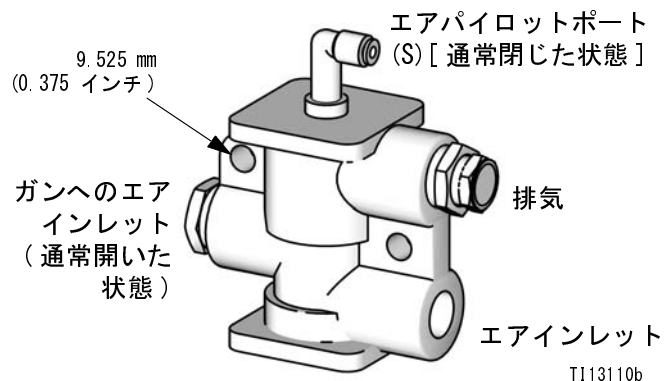

図. 10: 空気安全シャットオフバルブ
4. 図. 2 を参照してください。AFS アウトレットニップル (103) から、気体安全シャットオフバルブ (E、図. 10 も参照) のエアインレットに 1/4 npt 噴霧空気ライン (D) を接続します。安全バルブアウトレットポートからガン (G) エアインレットまで、別の長さの噴霧空気ラインを接続します。
2. ProMix 2KS エアフロースイッチから安全シャットオフバルブ IN ポートまで、ガン噴射空気を接続します。図. 2 と 図. 10 を参照してください。
4. S 取り付け金具から噴射空気安全シャットオフバルブパイロットポート (図. 10) まで。